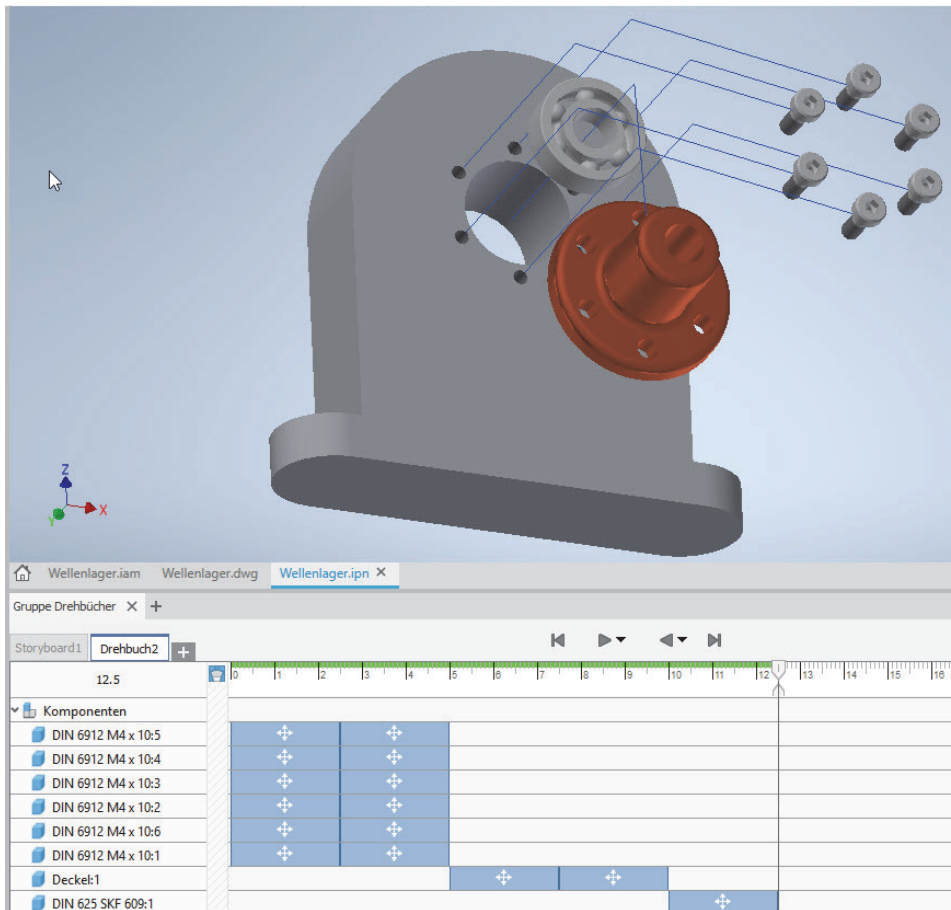
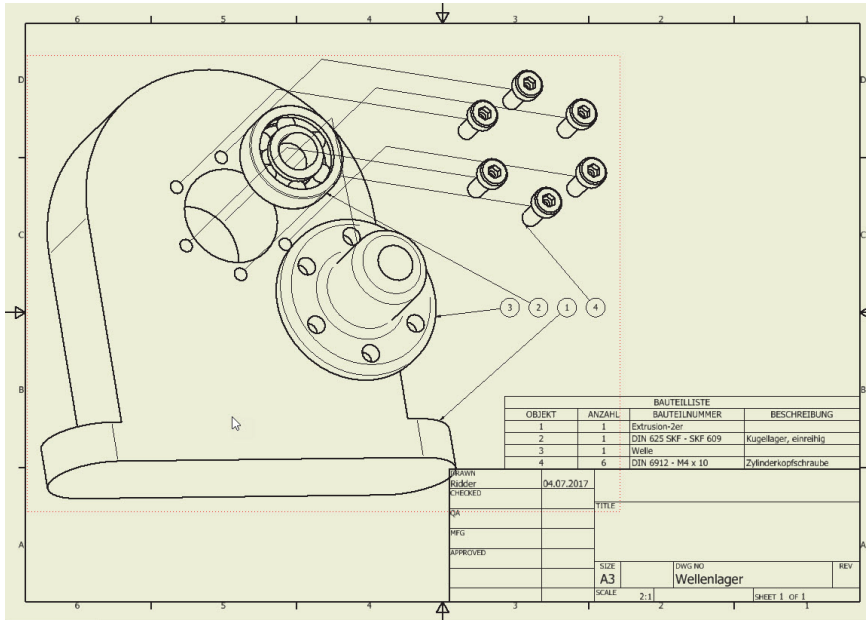

Abb. 1.5: Präsentation mit Animationspfaden und Drehbuch (unten)
Abb. 1.6: Zeichnung der Explosionsansicht mit Positionsnummern und Stückliste
4. Die Explosionsdarstellung entsteht in einer \*.ipn-Datei. Die Endung steht für »Inventor-Presentation«, kurz IPN (Abbildung 1.5). Auch aus einer Präsentation kann eine Zeichnung erstellt werden (Abbildung 1.6).